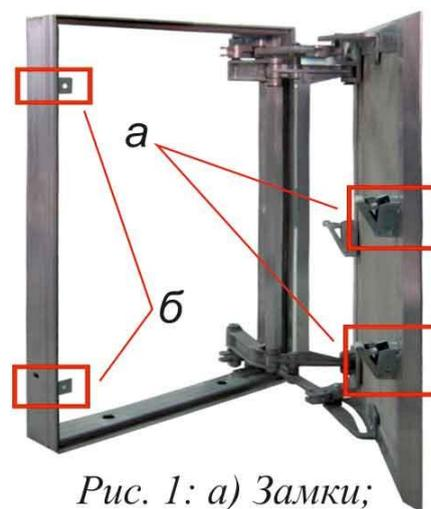

Рис. 1: а) Замки;
1. Открыть крышку, повернуть замки относительно оси крепления (рис. 1а), чтобы они не касались рамы люка при закрывании дверцы, вставить люк в проем, выровнять люк относительно поверхности стены.
4. Закрыть крышку, плотно прижав к технологическим упорам (рис. 1б).